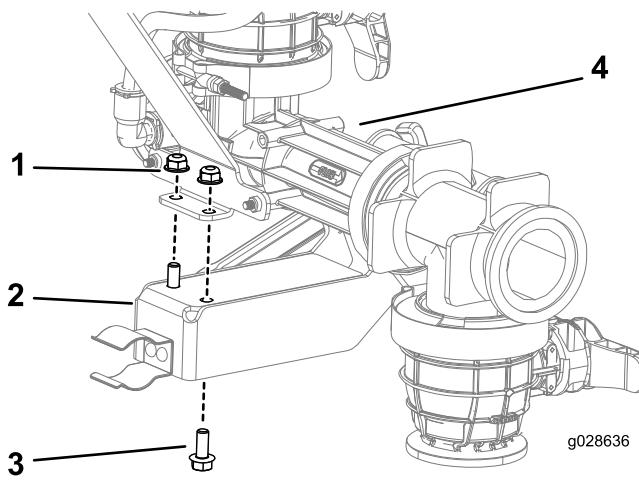

Figura 10
1. Ligue o manípulo ao misturador utilizando 2 parafusos de cabeça flangeada e 2 porcas de cabeça flangeada (Figura 10).
3. Alinhe os furos na placa de montagem do conjunto do misturador com os furos ranhurados na placa posterior da cavidade (Figura 10).